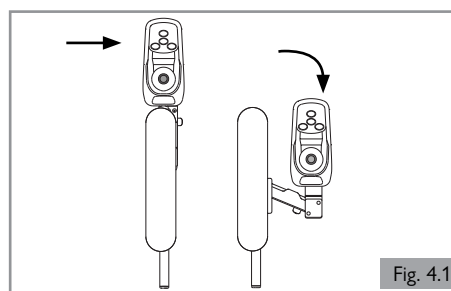

Fig. 4.1
1. N'utilisez le fauteuil roulant qu'à une vitesse réduite et manœuvrable lorsque le dispositif d'inclinaison parallèle est utilisé. (Fig 4.1)